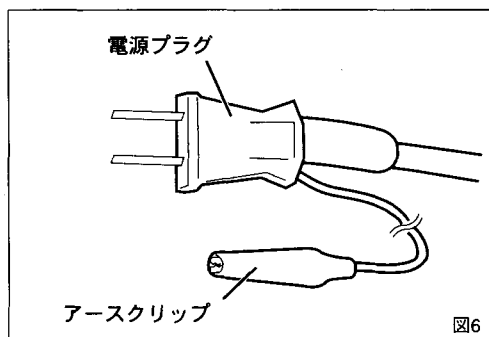

図6
3. 使用する電源について (図6)
接地（アース）は電源プラグの先端にあるアースクリップを使用してください。（図6）